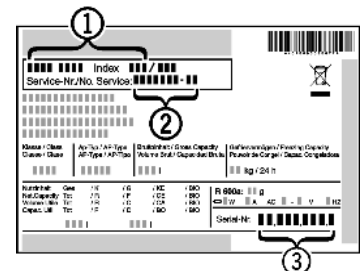

Fig. 19
- ▶ Identificați denumirea aparatului *Fig. 19 (1)*, numărul de service *Fig. 19 (2)* și numărul de serie *Fig. 19 (3)* pe marca de fabricație. Marca de fabricație se află pe partea stângă în interiorul aparatului.
- ▶ Informați serviciul de asistență a clienților și comunicați tipul defecțiunii, denumirea aparatului *Fig. 19 (1)*, numărul de service *Fig. 19 (2)* și numărul de serie *Fig. 19 (3)*.